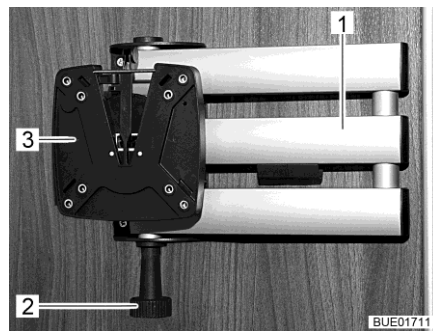

Fig. 85 Soporte con brazo articulado
- Tirar del botón de desbloqueo (Fig. 85,2). El brazo articulado (Fig. 85,1) estará desbloqueado.
- Girar la pantalla plana de regreso a la posición inicial hasta que se oiga engatillar el soporte (Fig. 85,3) en el bloqueo.